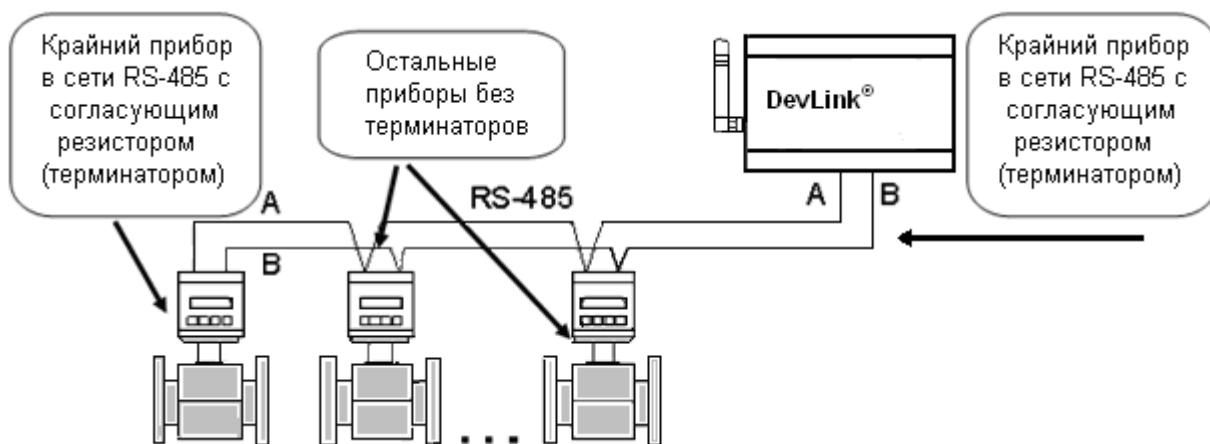

Рисунок 6 – Пример подключения к контроллеру DevLink® сети RS-485
- **DevLink®** должен быть крайним звеном в цепи приборов, объединенных в сеть RS-485 (не должен включаться в разрыв цепи RS-485, рисунок 6).